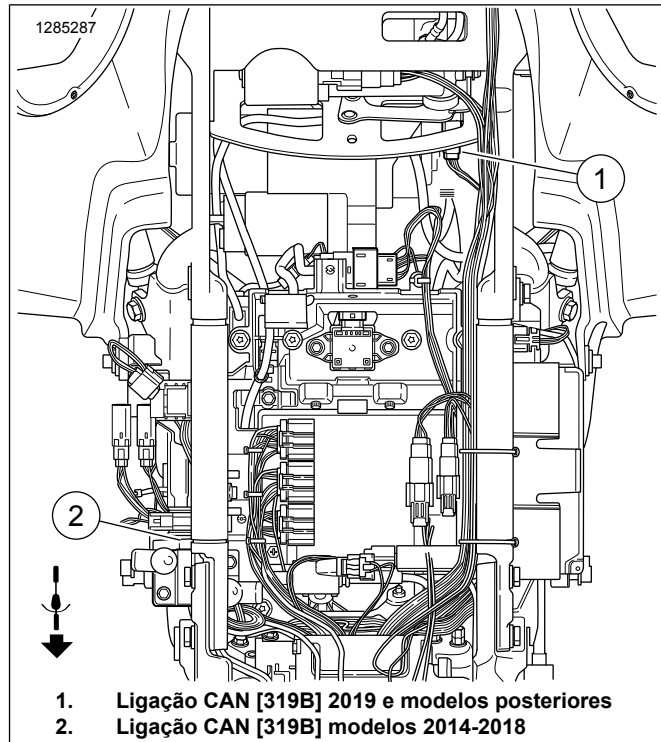

Figura 3. Ligação CAN [319B]
- Ver Figura 3 . Localize o conector de duas vias Delphi CAN [319B] (1) sob a tampa do lado direito.
- O tampão é um pacote de resistência de terminação protegido para o suporte elétrico. Remova o conector [319B] (1) do pacote de resistência.
- Se esta é a única ligação do amplificador (traseiro) nesta instalação, volte a ligar o lado do chicote C [319B] (1) a partir do kit ao pacote de resistência de terminação do passo "B" acima. Se forem utilizados vários amplificadores traseiros, faça uma ligação em série do tipo "daisy chain" [319B] a partir deste chicote para [319A] do próximo chicote do amplificador. Verifique sempre se o conector restante [319B] está ligada à resistência de terminação do veículo.
- Separe as três abraçadeiras que fixam o conector [319B] (1) ao chicote.
- Ver Figura 3 . Encaminhe [319B] (1) e o conector [319A] ao longo e por debaixo do quadro para o lado esquerdo do conector do veículo CAN.